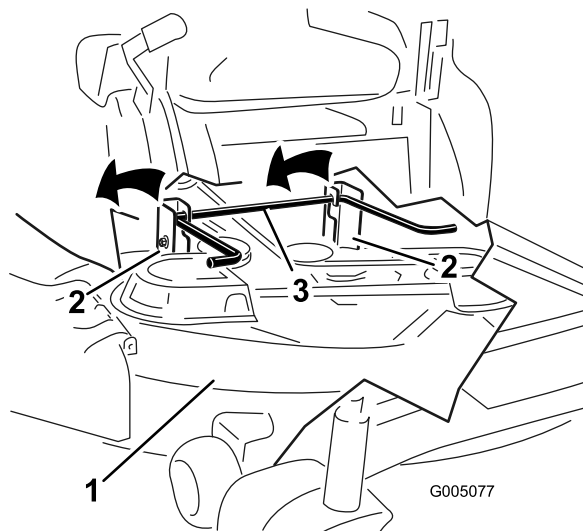

Figure 59
- Soulevez et enlevez le tablier de coupe et les supports de la tige de levage arrière et abaissez la tondeuse au sol avec précaution (Figure 59).
5. Soulevez l'arrière du tablier de coupe et guidez les supports sur la tige de levage arrière (Figure 59).